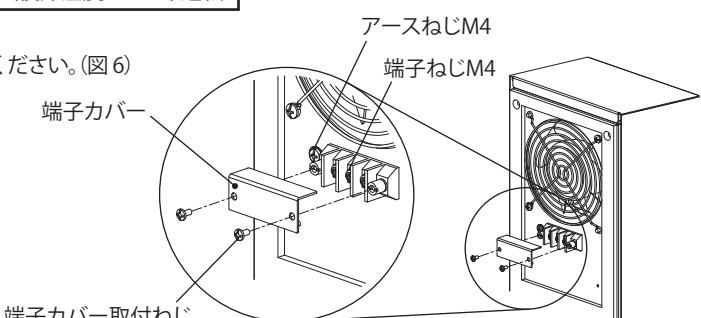

図 5 端子台の構成
- 端子ねじ M4、アースねじ M4 にて電源線、アース線を指定の端子へ適正締付トルクにて確実に接続してください。(図 5)
- 運転方式(自動運転または連続運転)により電源線の接続箇所を変更してください。(5頁「図5」を参照)